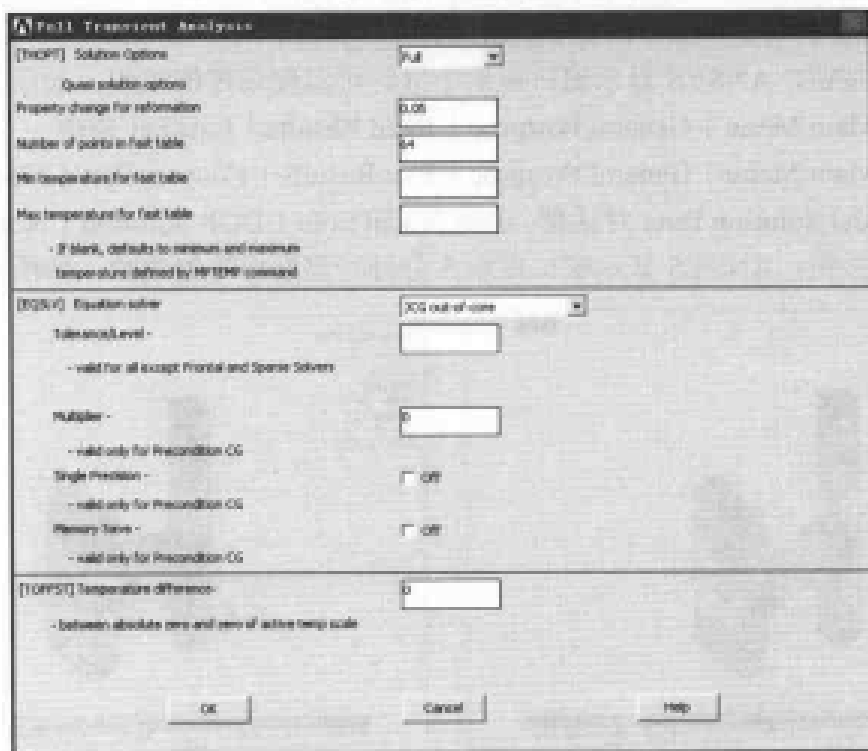

图 10-99 瞬态分析选项设置对话框
(8) 选择 Utility Menu | Select | Everything 命令,选择所有的点、线、面、体。
(9) 选择 Main Menu | Solution | Analysis Type | Analysis Options 命令,出现 Full Transient Analysis 对话框,在 [EQSLV] Equation solver 下拉列表框中选择 JCG out-of-core 选项,其余选项采用默认设置,如图 10-99 所示,单击 OK 按钮关闭该对话框。